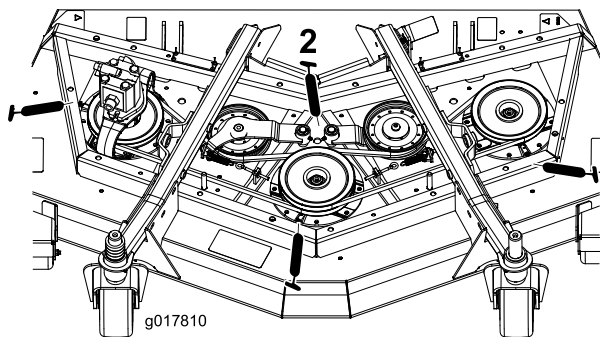

Figura 63
- 3 cuscinetti dell'asse del mandrino – situati sotto la puleggia (Figura 63)
- 2 boccole orientabili del braccio di rinvio (Figura 63)